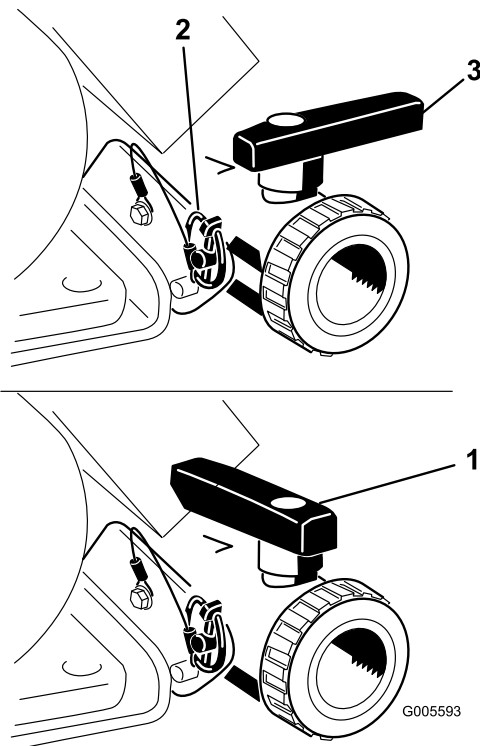

Bild 21
Öffnen Sie das Ventil, sodass nicht verwendete Materialien vom Tank ablaufen können und entsorgen Sie diese gemäß der lokalen Vorschriften und der Vorschriften des Herstellers (Bild 21). Nehmen Sie nach dem Ablassen den Klapenstecker von der Halterung ab, mit der das Ablassventil an der Maschine befestigt ist, und legen Sie das Ventil auf den Boden. Dann kann Restmaterial in der Leitung ablaufen.
3. Wenn der Tank ganz geleert ist, setzen Sie das Ventil mit dem vorher abgenommenen Klapenstecker im Rahmen ein und schließen Sie das Ablassventil (Bild 21).